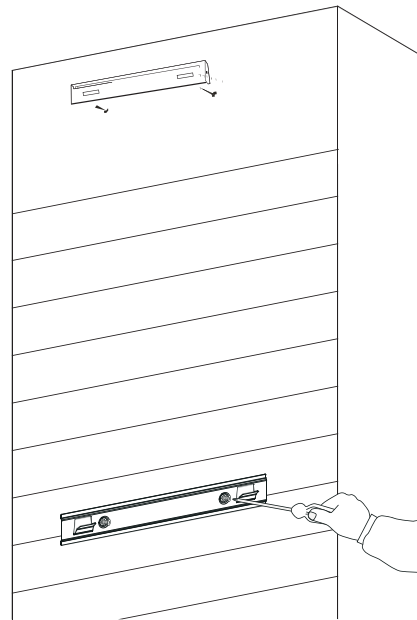

图7
3. 按图7所示, 把装饰风管罩挂架和烟机挂架固定在墙上, 根据以下5a和5b的步骤, 选择想要的安装方法和排气模式。如果使用内循环模式, 请按图9所示, 把T内循环装置和装饰风管挂架也一起安装到墙上。